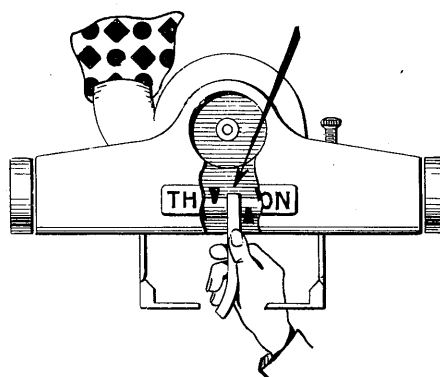

Fig. 7
d) Saisir la courroie par l'ouverture inférieure de la ventouse et tirer vers l'extérieur (fig. 7) ; la brosse quitte son logement sans effort.